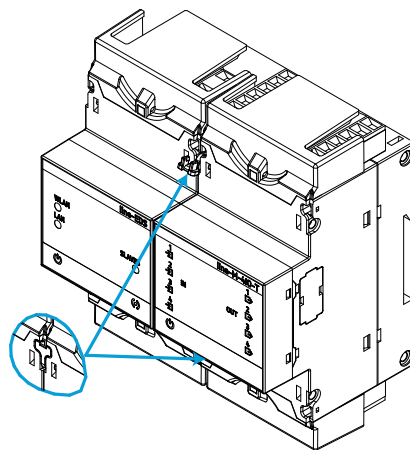

Figura 10: Instalación paso 3.
3.- Conectar los dos equipos, y fijarlos bajando los clips frontales (Figura 10).